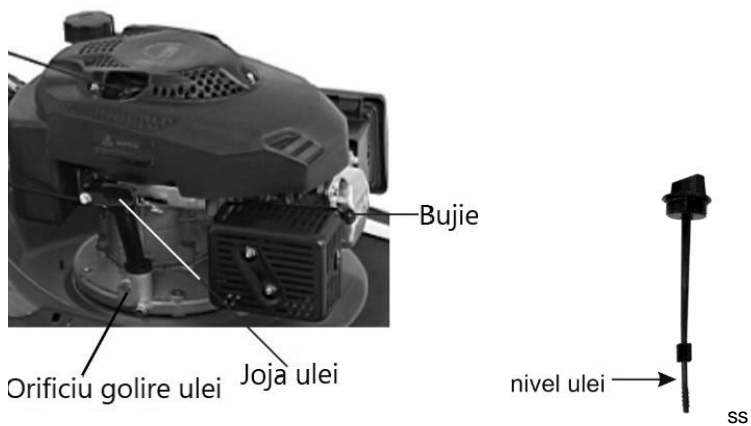

Fig. 2
Asezati utilajul într-o poziție stabilă și cu motorul in pozitie orizontala. Deșurubați joja (Fig.2), puneți ulei RURIS 4T-Max, până atinge nivelul maxim,marcat pe jojă (capacitatea bii de ulei motor 0.6L) și înșurubați joja pentru a evita orice scurgere de ulei.
-Se desfileteaza surubul de golire(Fig.2) si se lasa pana se scurge uleiul uzat din motor(eventual se inclina putin utilajul spre gura de golire)